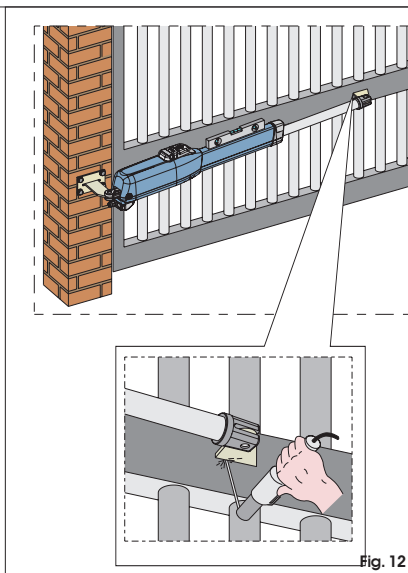

Fig. 12
- 9) Chiudere l'anta e, mantenendo l'operatore perfettamente orizzontale, individuare il punto di fissaggio della staffa anteriore (Fig.12).
- 10) Fissare provvisoriamente la staffa anteriore tramite due punti di saldatura (Fig.12).